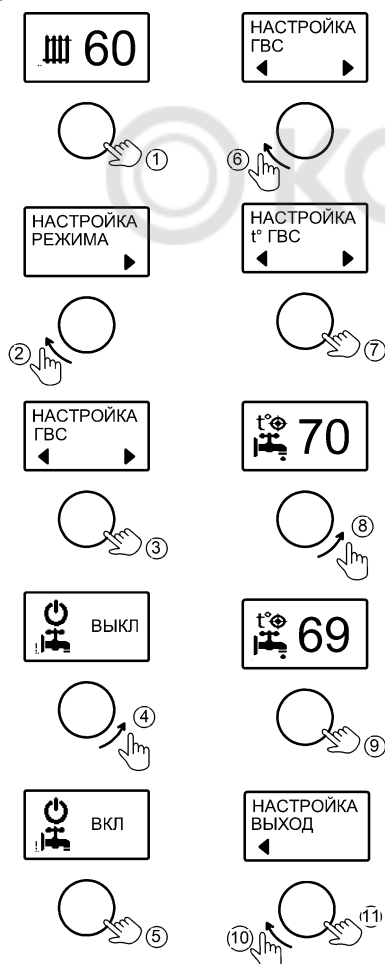

Рисунок 10. Настройка режима «ГВС»
**10.4** Вкладки «ГВС» и «ТЕМПЕРАТУРА ГВС» предусмотрены для включения/выключения режима ГВС и настройки температуры (см. рис. 10). Индикация «ВКЛ» означает разрешение на работу режима ГВС. Индикация «ВЫКЛ» запрещает работу режима «ГВС». «ГВС» – режим нагрева воды в косвенном водонагревателе, с целью её использования для бытовых нужд. После активации, режим работает в приоритете совместно с другими режимами. Работа возможна при подключении **3-ходового клапана** совместно с **NTC-датчиком** температуры ГВС номиналом 10 кОм, либо совместно с **термостатом** бойлера косвенного нагрева. Рекомендуется использовать модуль управления **ГВС EVAN AQUA**, в состав которого входят 3-ходовой
Активация режима и выбор температуры горячей воды показано на рис. 10.